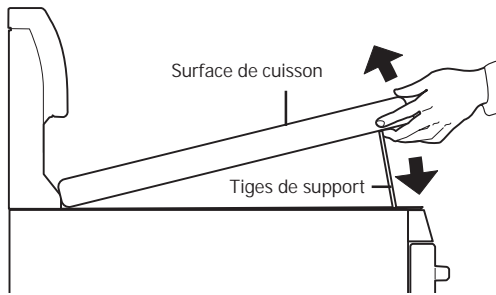

Fig. 1
- Saisissez les côtés et soulevez la surface de cuisson par le devant (voir Fig. 1). Les tiges de support vont supporter la surface de cuisson lorsque cette dernière sera relevée. Soulevez la surface de cuisson assez haut pour que les tiges de support s'enclenchent.